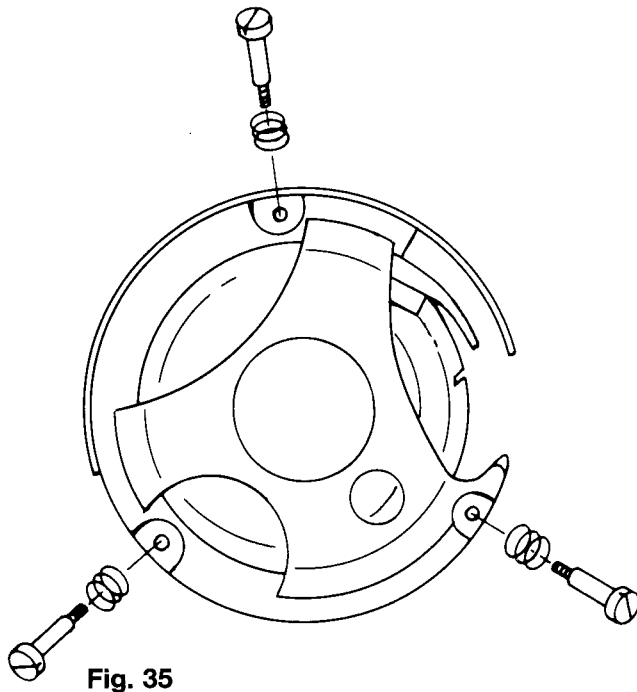

Fig. 35
- Von hinten die drei Schrauben mit Feder herausschrauben (siehe Abb. 35).
- Den Greiferbügel von hinten mit drei Schrauben mit Federn befestigen (siehe Abb. 35).
- Remove the three screws with their springs from the back (Fig. 35).
- Secure the hook gib from the back with its three screws and springs (Fig. 35).
- De l'arrière, dévisser les trois vis avec ressort (fig. 35).
- De dos, fixer l'archet de crochet par trois vis avec ressort (voir fig. 35).